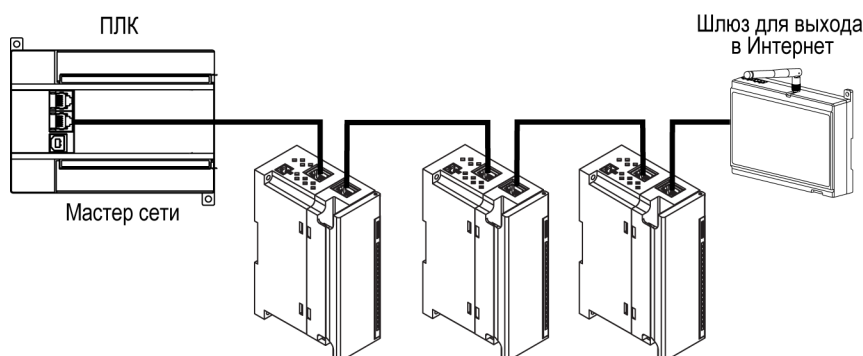

Рисунок 5.8 – Подключение по схеме «Цепочка»
- «Цепочка»/«Daisy-chain» (рисунок 5.8).